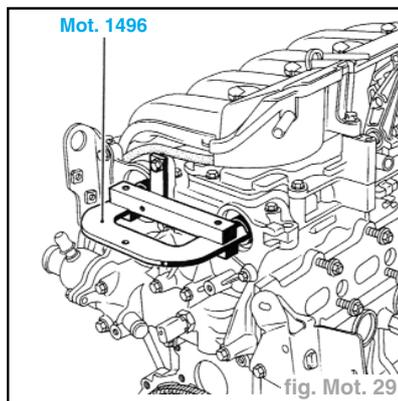

fig. Mot. 29
- Placer le **Mot. 1496**, se fixant en bout des arbres à cames (fig. Mot. 29).
- Placer le **Mot. 1496** se fixant en bout des arbres à cames (fig. Mot. 29).